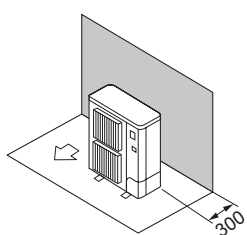

Fig. 2-6
- ① Obstáculos apenas na parte de trás (Fig. 2-6)